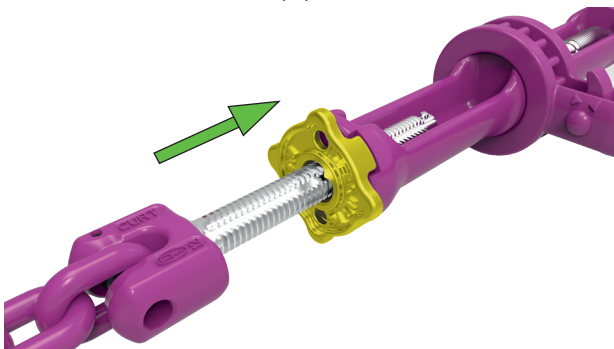

Abb. 6: Schließen der Sicherungsscheibe
- Verschieben Sie nach der Feinjustage die Sicherungsscheibe in Richtung Tragrahr. Die Sicherungsscheibe muss formschlüssig und leichtgängig in die **Kreuzkontur** am Tragrahr eingreifen (Abb. 6).